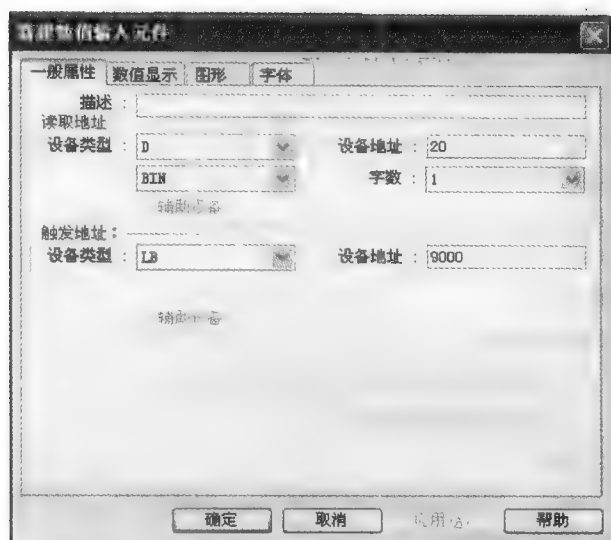

图 7-33 数值输入元件
8) 数值输入元件:数值输入元件可以通过触控面板小键盘来改变寄存器的数值并能进行显示当前值,其设置如图 7-33 所示。